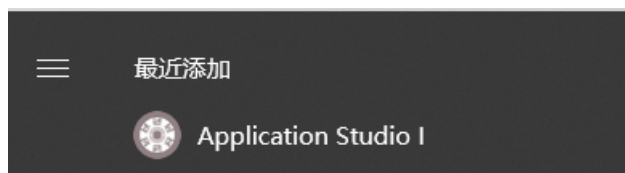

图 6-5 开始菜单文件
⑥安装完成后，在电脑“桌面”→“开始”→“所有程序”菜单中会生成软件的快捷方式如图 6-5 所示